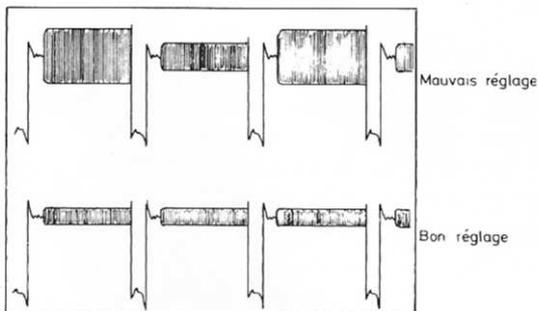

Fig 7
- Régler la bobine S 627 pour avoir un niveau minimum de sous porteuse (voir Fig. 7).